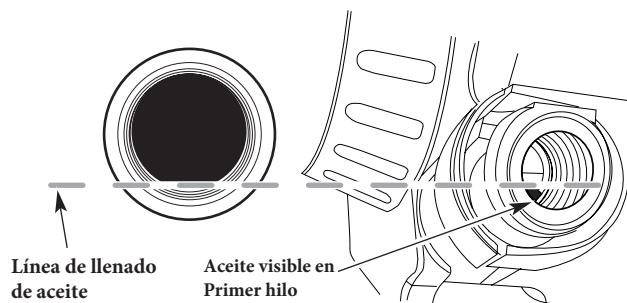

Fig. 10
5. Mire dentro del orificio de llenado de aceite; use una linterna si es necesario. Agregue aceite al orificio de llenado de aceite hasta que el nivel de aceite sea visible en la primera rosca del depósito de aceite (Fig. 10). Si el nivel de aceite es demasiado bajo, agregue aceite al orificio de llenado de aceite hasta que el nivel de aceite toque la rosca inferior del orificio de llenado de aceite.